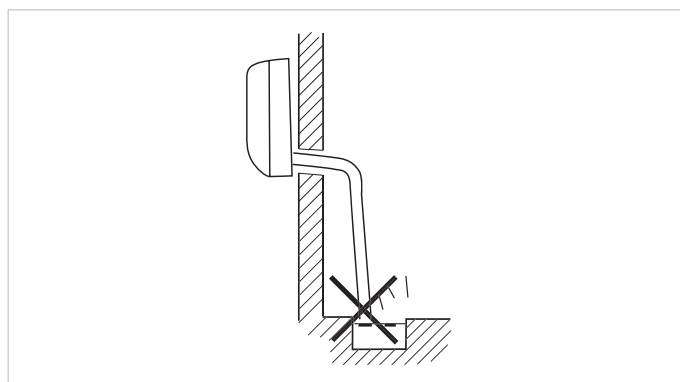

**Fig. 9.4** Distance minimum au sol
- Installer la conduite de condensats de manière à ce que la distance au sol de son extrémité ouverte soit au minimum de 5 cm (cf. figure 9.4).